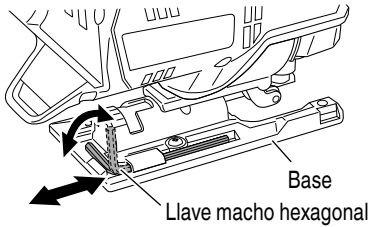

Fig. 30
- Es posible alojar la llave macho hexagonal en la base (Fig. 30).